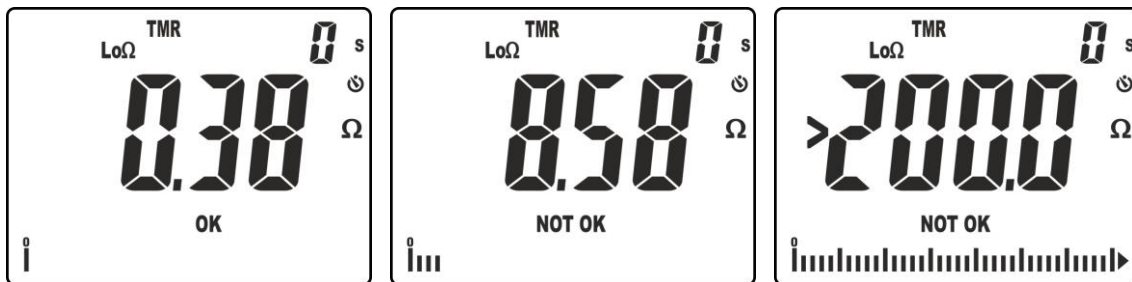

Fig. 31: Resultados de la medida de continuidad en modo TMR
10. En la pantalla de Fig. 31 – parte izquierda aparece un resultado positivo de la prueba "OK" (valor menor del umbral configurado y corriente de prueba >200mA). En la pantalla de Fig. 31– parte central aparece un resultado negativo de la prueba "NOT OK" (valor superior al umbral configurado y corriente de prueba <200mA). En la pantalla de Fig. 31 – parte derecha aparece resultado negativo "NOT OK" correspondiente al fuera escala (símbolo ">200.0")